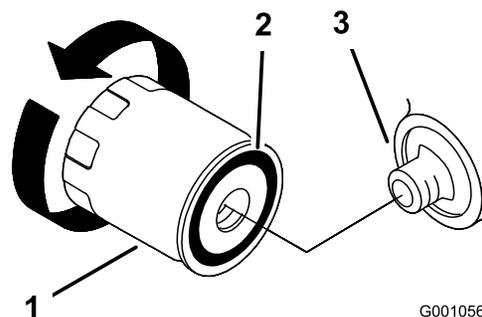

Figura 20
- Togliete il filtro usato e tergete la superficie della guarnizione dell'adattatore del filtro (Figura 20).
- Spalmate un velo di olio nuovo sulla guarnizione di gomma del filtro di ricambio (Figura 20).
- Montate il nuovo filtro dell'olio nell'adattatore, giratelo in senso orario finché la guarnizione di gomma non sfiora l'adattatore, quindi serrate il filtro di altri 2/3 di giro o 1 giro (Figura 20).